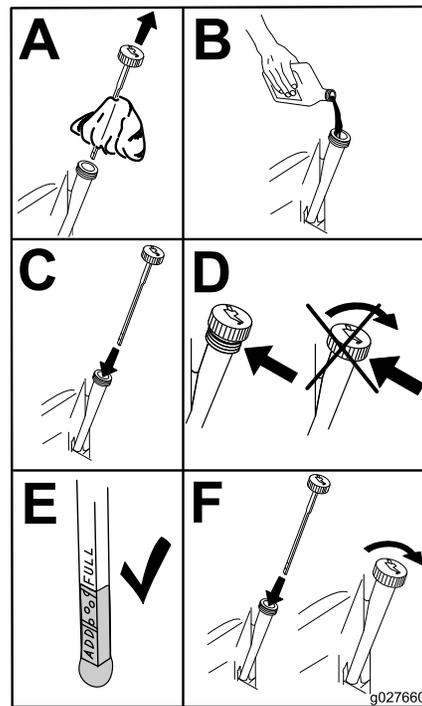

Figura 51
4. Vierta lentamente un 80% aproximadamente del aceite especificado por el tubo de llenado, luego añada lentamente el resto del aceite hasta que llegue a la marca de LLENO (Figura 51).